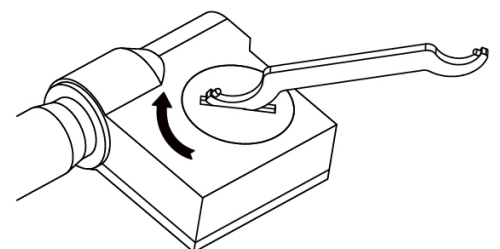

Abb. 3
- » Setzen Sie die Batteriefachabdeckung wieder ein und drehen Sie sie im Uhrzeigersinn, um sie zu sichern (see Abb. 3).